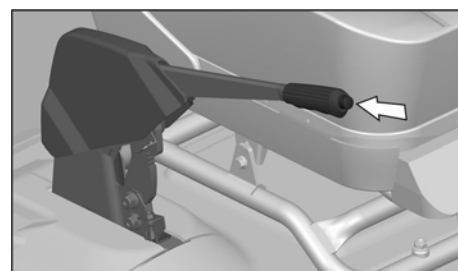

Рис. 5.8. Рычаг стояночного тормоза
**25 – рычаг стояночного тормоза.** Для затормаживания автомобиля необходимо потянуть рычаг (рис. 5.8) вверх; при этом, если включено зажигание, на комбинации приборов загорается прерывистым светом сигнализатор. Для растормаживания необходимо слегка потянуть рычаг вверх, нажать на кнопку фиксатора на торце рукоятки рычага и полностью опустить рычаг в исходное положение. При растормаживании сигнализатор гаснет.